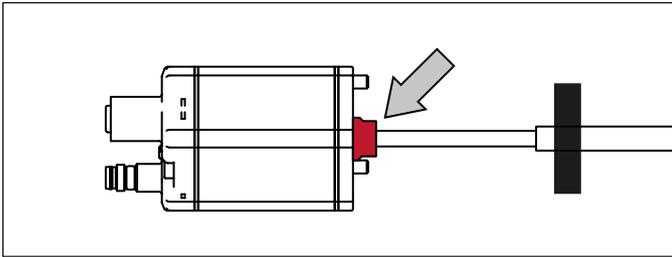

Abb. 32: Dichtung vor Einsatz in Sensorrohr HD/HL/HP entfernen
- Der Basissensor ist mit drei Schrauben am Sensorstab befestigt und lässt sich im Servicefall leicht austauschen. Der Hydraulikkreislauf bleibt geschlossen. Entfernen Sie vor dem Einschieben des Basissensors in das Sensorrohr HD/HL/HP die rote Dichtung am Übergang zwischen Sensorelektronikgehäuse und flexiblem Messstab (Abb. 32). Mehr Informationen finden Sie im Kapitel „4.10.1 Austausch des Basissensors beim Modell RH5/RFV/RF5“ auf Seite 39.